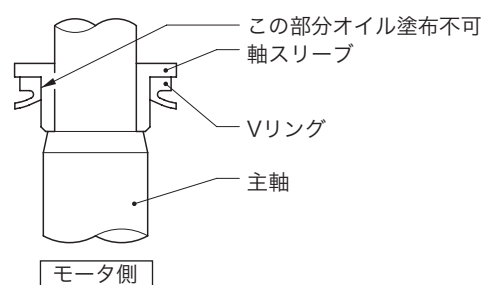

図1
- (1) ゴム製部品（羽根車・ポンプケーシング・サクションカバー）は、砂等の付着物をあらかじめ取り除いたうえで組み立ててください。
- (2) Vリングは図1のように軸スリーブの外側へ装着してください。なお、装着時、軸スリーブとの接合面へはオイル等を塗布しないように注意してください。